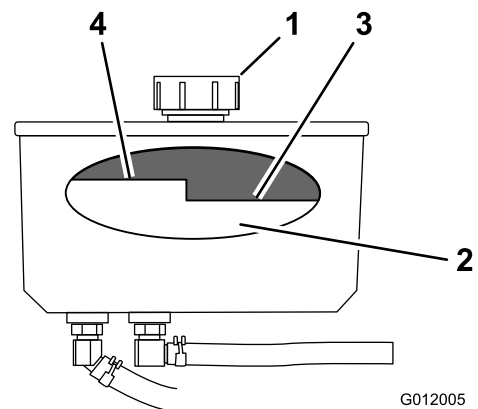

Figure 80
4. Nettoyez la surface autour du bouchon et du goulot de remplissage du réservoir hydraulique (Figure 80).
5. Retirez le bouchon du goulot de remplissage. Vérifiez le niveau d'huile à l'intérieur du réservoir (Figure 80).
Remarque: Lorsque l'huile est chaude, elle doit atteindre le haut du repère "à chaud" sur le déflecteur (Figure 80).